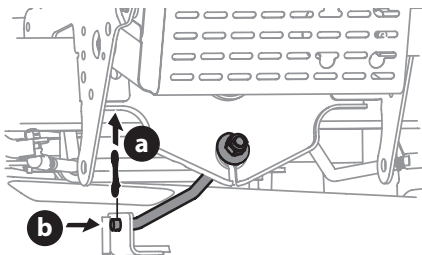

Figure 28
- Pour les plateaux de coupe de 36, 42 et 46 po, retirez la goupille fendue (a) qui retient la tige de relevage (b) du plateau. Faites glisser la tige de relevage du plateau hors du support soudé (Figure 28).